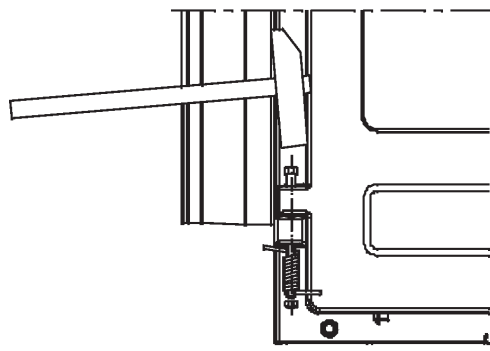

Abb. 1.
-Türe schließen, die Vorderplatte abnehmen, den Stift an dem unteren Scharnier herausnehmen, die Imbusschraube so hineingeben, dass ca. 15 mm aus dem Scharnier herausragt. Setzen Sie die Feder so auf die ein wenig überspannte Schraube, dass ein Ende in den Ofenrand einhakt. Feder halten, Schraube stampfen, auf die Schraube eine geschlossene Schraubenmutter aufsetzen (siehe Bild 1).
Der Kessel muss an das System der Zentralheizung mit einem offenen expansiven Gefäß angeschlossen werden, so dass, falls Wasser überheizt wird, es nicht zu einer Druckerhöhung kommt (Bild 1). Wir empfehlen den Einbau eines Mischhahns mit vier Anschlüssen (Mischventil), welcher eine Temperaturreglung am Anfang der Rohrleitung der Heizung ermöglicht, wobei die Wassertemperatur im Kessel immer noch hoch genug ist (60 – 70°C), um Schwitzen des Kessels oder Niedrigtemperatur-Korrosion zu vermeiden. Anstatt des Mischventils kann auch ein Thermostat eingebaut werden, dessen Messfühler am Anfang der Rohrleitung ist. Der Thermostat schaltet die Pumpe erst ein, wenn die Wassertemperatur im Kessel, d. h. am Anfang der Rohrleitung hoch genug ist. Auf den Bildern 1 und 2 wurde dargestellt, wie man den Kessel an die Installation der Zentralheizung anschließen soll. Mit der Höhe H soll man ausreichenden Druck sichern, um eine gute Zirkulation durch die Heizteile zu erzielen. Man kann im System (was auch wünschenswert ist) einen Boiler anschließen. Es ist gut, um die natürliche (d. h. Gravitations-) Zirkulation zu sichern, welche unabhängig von der Pumpe ist. Der Boiler muss über dem Ofenniveau sein, mit dem kleinstmöglichen Widerstand für die Wasserzirkulation (kurze Rohre die zum Boiler hinaufführen).